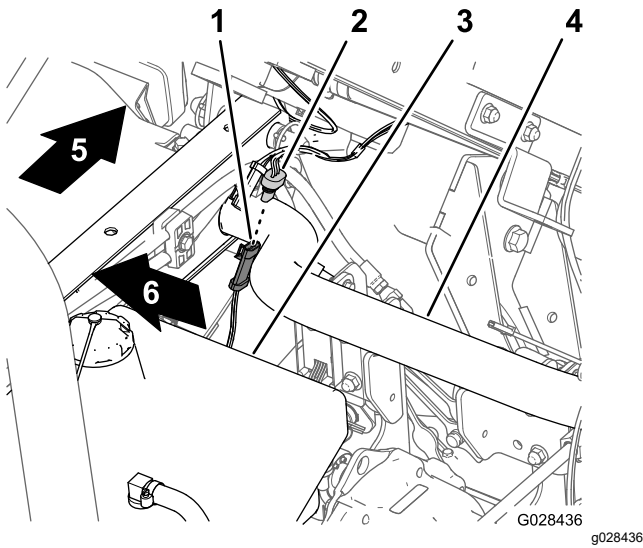

Bild 17
- Suchen Sie am Kabelbaum des Sprühfahrzeugs den 3-Buchsen-Stecker für den Geschwindigkeitssensor-Schaltkreis (Bild 17).
- Stecken Sie den 3-Stift-Stecker des Kabelbaums der Maschine für den Geschwindigkeitssensor in den 3-Buchsen-Stecker des Sprühfahrzeug-Kabelbaums für den Geschwindigkeitssensor (Bild 17).